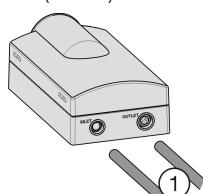

Fig. 39
- ▶ Sur le tuyau fin, mesurer la profondeur d'insertion (E) de 21/32" (17 mm) et faire une marque.
- ▶ Sur le tuyau épais, mesurer la profondeur d'insertion (E) de 25/32" (20 mm) et faire une marque.
- ▶ Insérer les tuyaux Fig. 39 (1) à l'intérieur du module de filtre jusqu'à la butée (correspondant au marquage) en forçant la résistance.